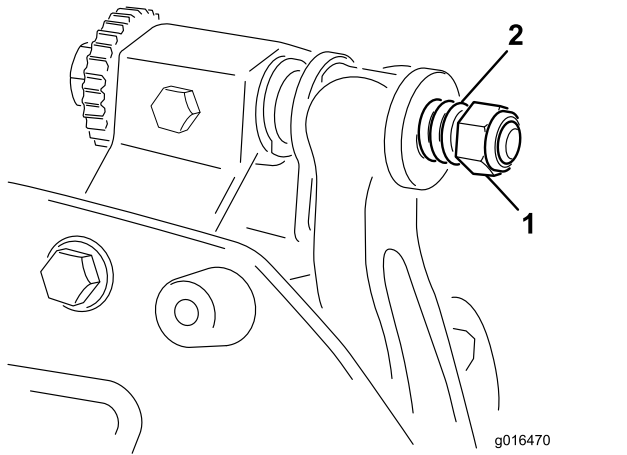

Bild 27
3. Legen Sie eine Nylonscheibe auf jede Seite des Seitenplattenansatzes. Legen Sie eine Stahlscheibe außen auf jede Nylonscheibe (Bild 27).
6. Ziehen Sie die Federspannungsmutter an, bis die Feder zusammengedrückt ist, drehen Sie sie dann eine 1/2 Umdrehung heraus (Bild 27).